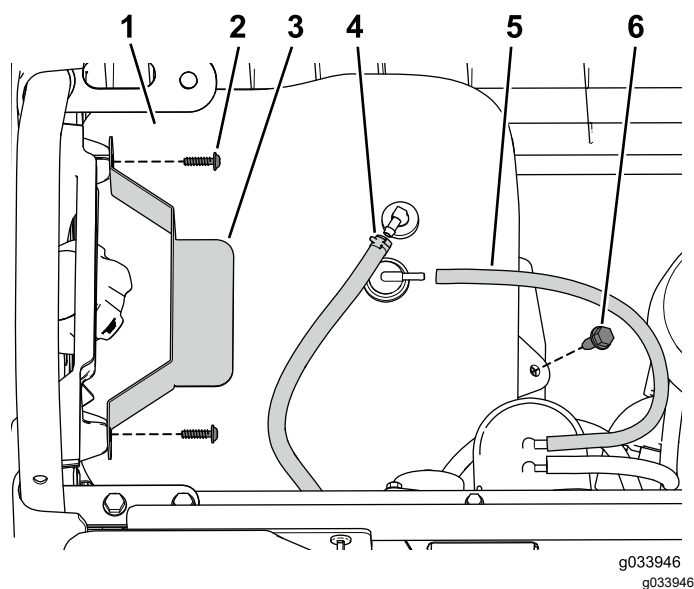

图 8
1. 从油箱上断开通气管和燃油管线图 8。
2. 卸下将压紧装置固定到左侧板上的 2 个螺丝然后取下压紧装置图 8。
3. 拧下将油箱固定到油箱托盘上的凸缘螺栓然后取下油箱图 8。